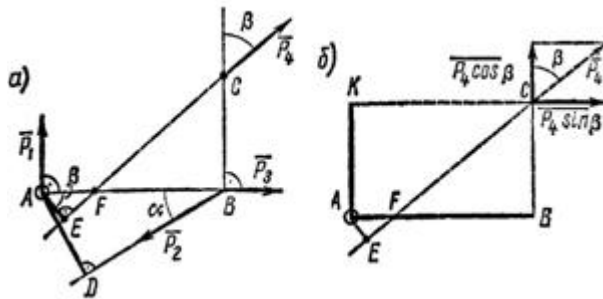

Рисунок 8
3. Определить моменты относительно точки А сил  $P_1 = 40$  Н;  $P_2 = 60$  Н;  $P_3 = 30$  Н и  $P_4 = 50$  Н, приложенных в точках А, В и С, как показано на рис. 8, а. Углы  $a = 30^\circ$ ,  $b = 50^\circ$ ,  $AB = 2,5$  м;  $BC = 1,5$  м.